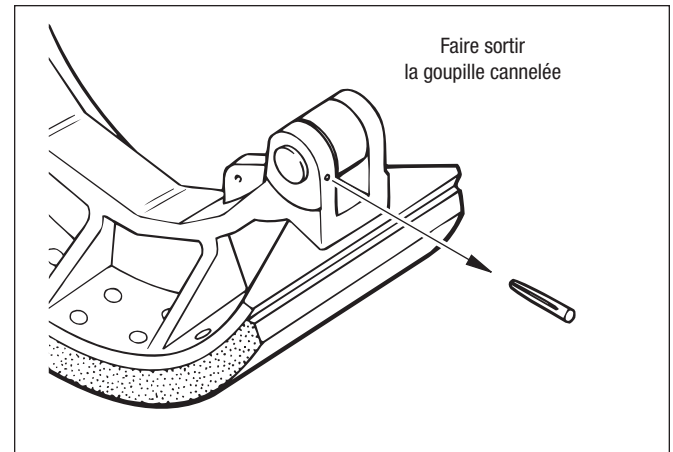

Figure 28 – Dépose de la goupille cannelée
9. Ne pas enlever le galet du segment, sauf si : le galet ne roule pas librement; le galet présente des méplats; le jeu entre le galet et la goupille est supérieur à 0,025 po (0,6 mm). Si le galet doit être enlevé, faire d'abord sortir la goupille cannelée avec un poinçon d'acier. Jeter la goupille et le galet. Cf. Figure 28.